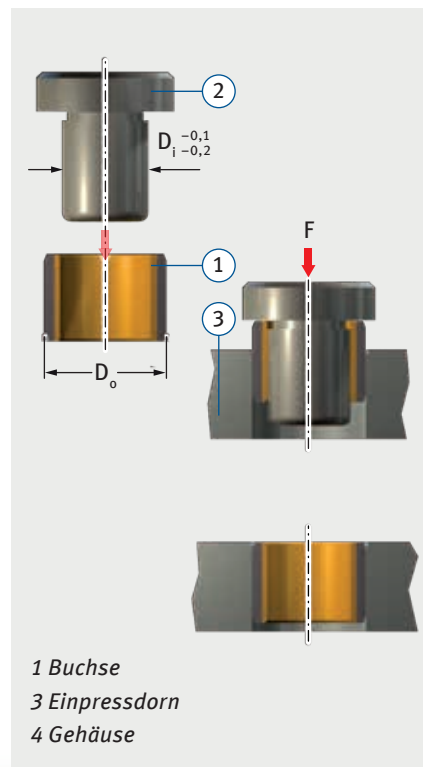

Abb. 2: Bündig einpressen  $D_o \leq 55$  mm
- bündiges Einpressen mit Dorn ohne Hilfsring gemäß Abb. 2.